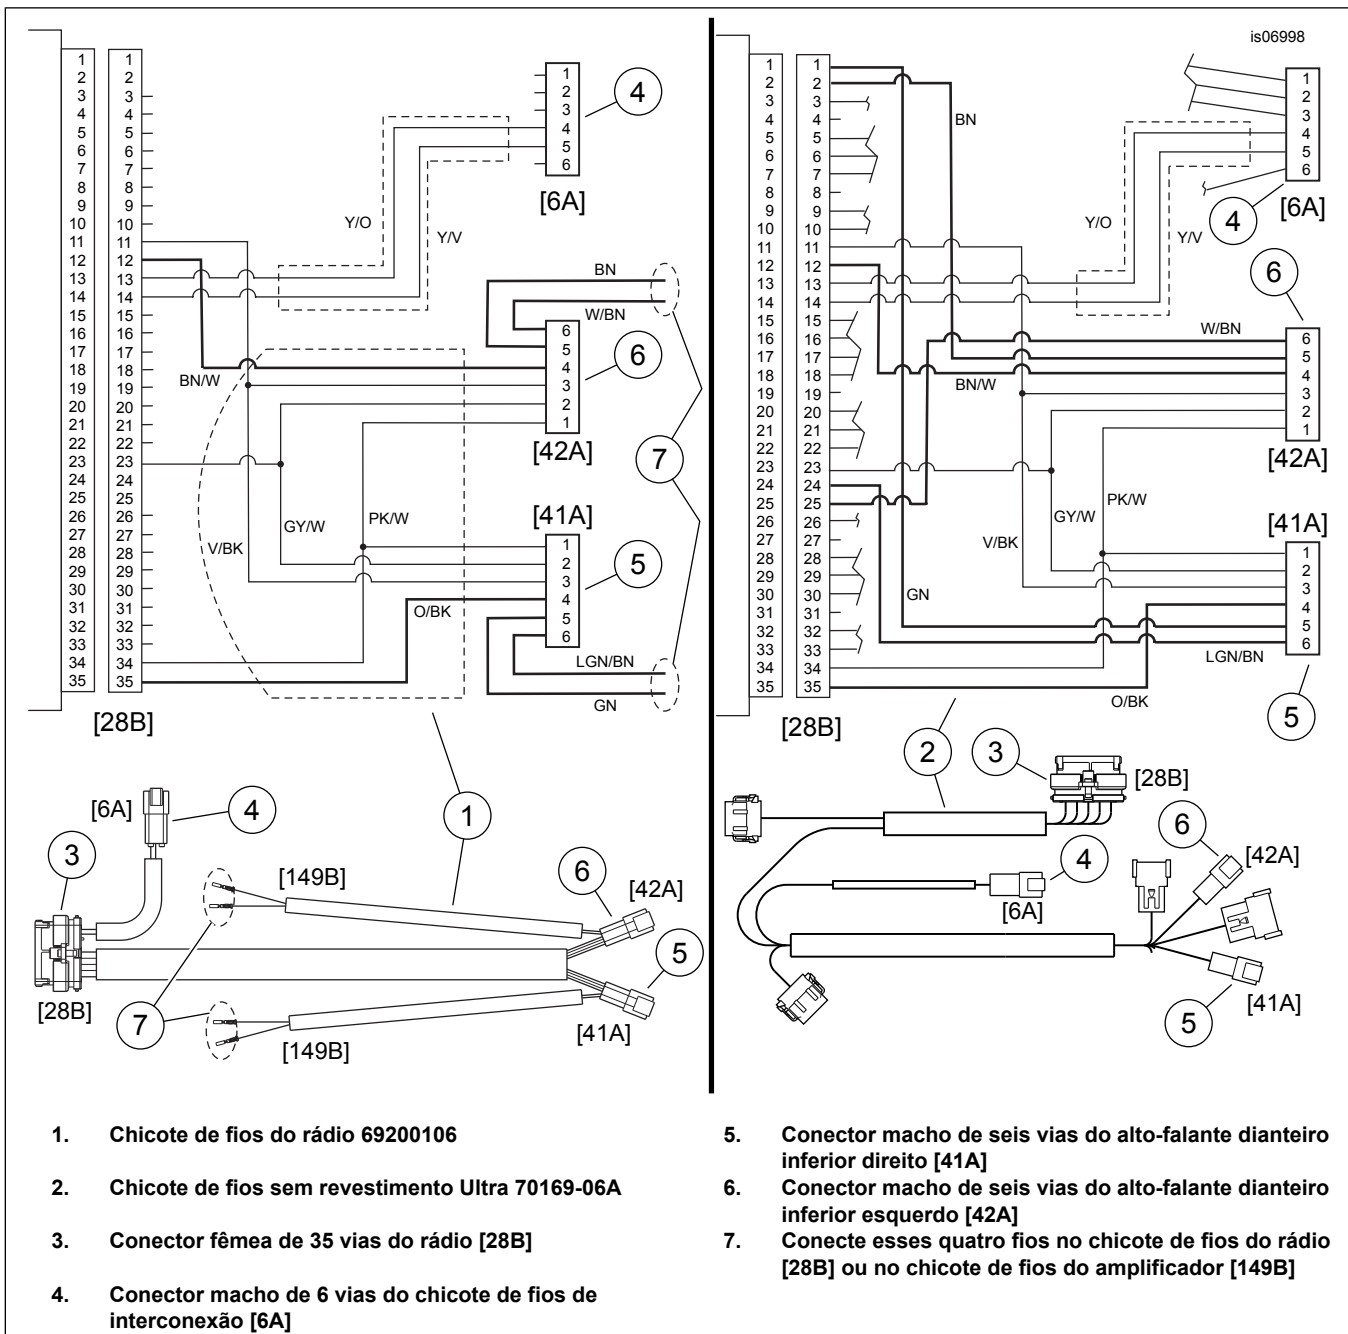

Figura 2. Chicote de fios do rádio/diagrama da fiação do chicote de fios sem revestimento Ultra
1. Veja Figura 2. Se ainda não tiver feito isso, conecte o conector fêmea de 35 vias [28B] (3) do chicote de fios do rádio (1) ou chicote de fios sem revestimento Ultra (2) na traseira do rádio. Conecte o conector macho de 6 vias [6A] (4) no chicote de fios de interconexão do veículo. Afixe com as abraçadeiras.